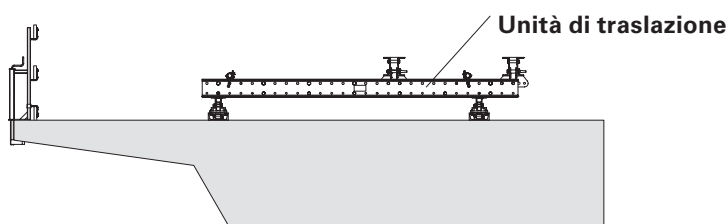

Fig. C1.02
2. Agganciare l'unità di traslazione alla gru e posizionarla nei profili a U. (Fig. C1.02)